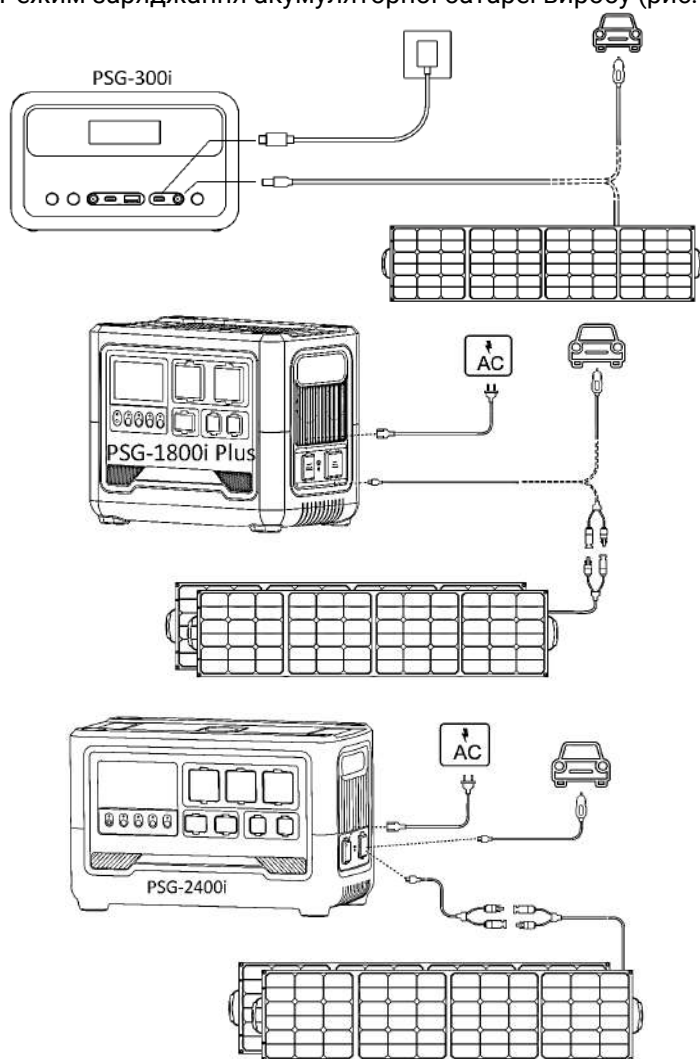

Рисунок 6. Схема заряджання доступними способами станції моделей «PSG-300i», «PSG-1800i Plus», «PSG-2400i».
5.2.1 Режим заряджання акумуляторної батареї виробу (рис. 6).
5.2.1.1 Заряджання від побутової мережі змінного струму (рис. 6).
5.2.1.2 Заряджання від автомобільної бортової мережі постійного струму (рис. 6).
5.2.1.3 Заряджання від сонячної панелі (рис. 6).